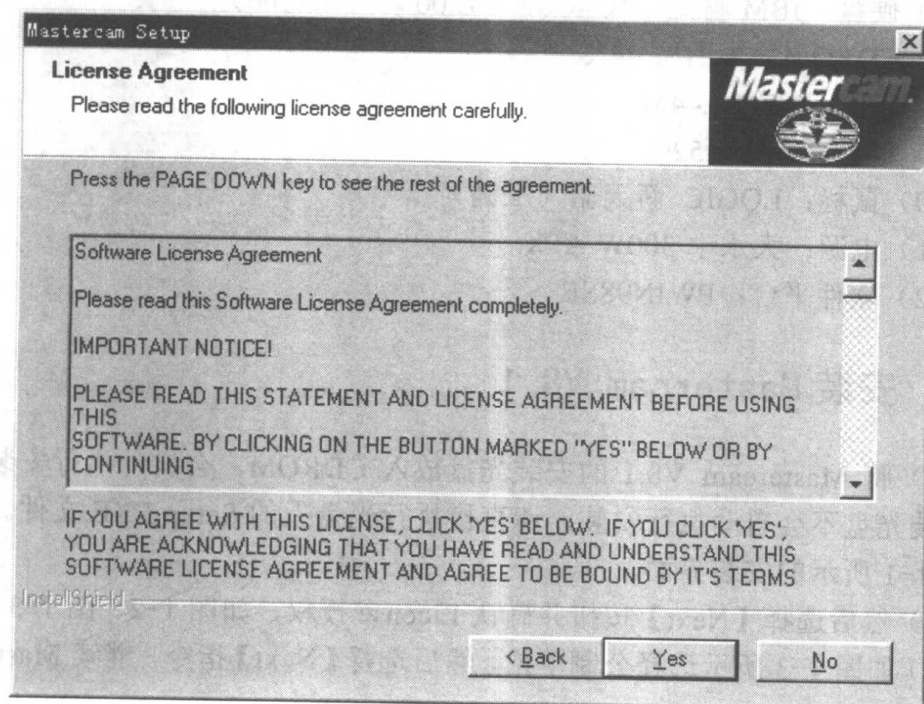
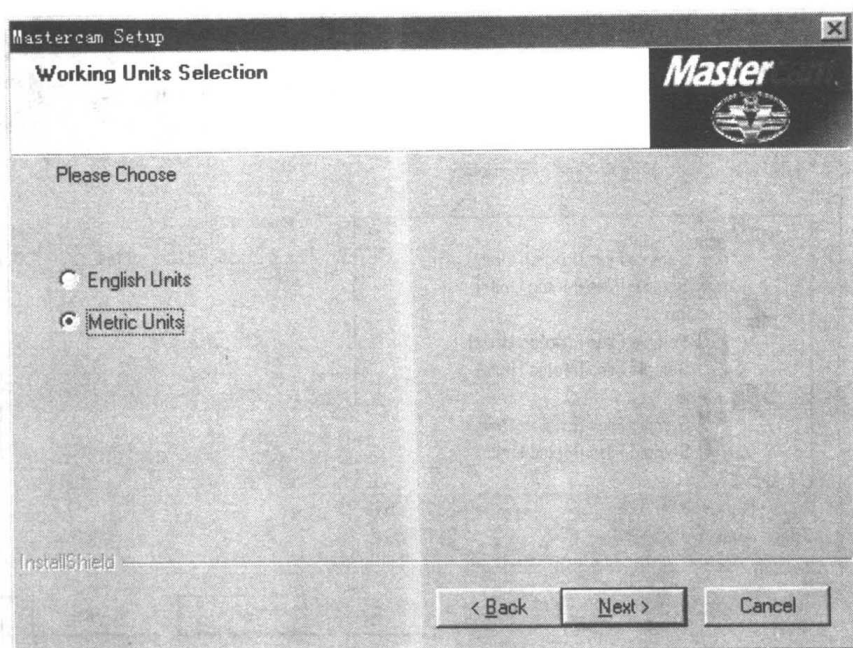

图1-2 确认 License 授权
图1-3 选择系统工作单位
2) 然后选择【Next】按钮并确认 License 授权, 如图 1-2、图 1-3 所示。
3) 如图 1-3 所示选择公制单位, 然后选择【Next】指令, 继续 Mastercam V8.1 的安装。